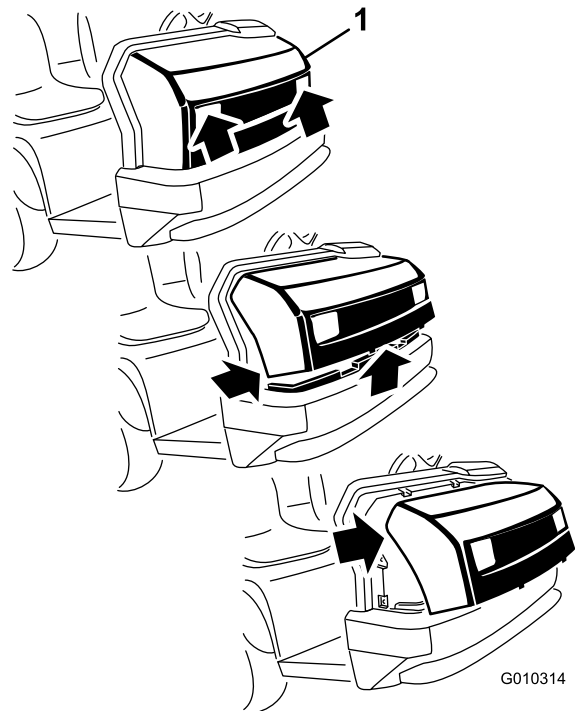

Bild 47
- Fassen Sie die Motorhaube in den Scheinwerferöffnungen an und heben sie an, um die unteren Befestigungsnasen aus den Rahmenschlitz zu heben (Bild 47).
2. Drehen Sie die Unterseite der Motorhaube nach oben, bis Sie die oberen Befestigungsnasen aus den Rahmenschlitzern ziehen können (Bild 47).
3. Drehen Sie die Oberseite der Motorhaube nach vorne und ziehen Sie die Kabelanschlüsse von den Scheinwerfern ab (Bild 47).
2. Stecken Sie die oberen Befestigungsnasen in die Rahmenschlitzze (Bild 47).
3. Stecken Sie die unteren Befestigungsnasen in die Rahmenschlitzze (Bild 47).